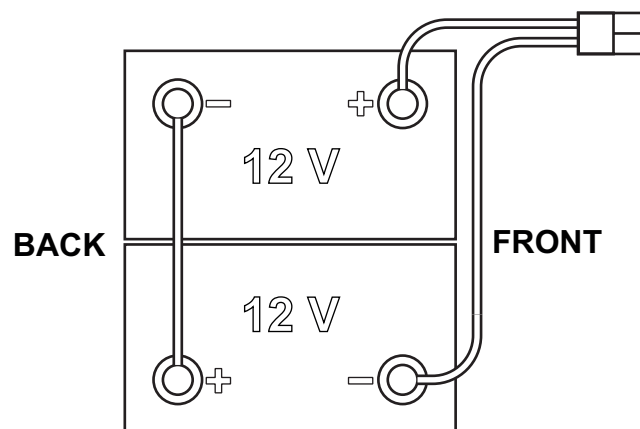

Figura 1
La máquina necesita de 2 baterías de 12 V, conectadas según el esquema que se indica en la Figura 1.
1. Quitar la llave operador (41).
2. Desconectar el conector de las baterías pulsando el pulsador de emergencia (5).
3. Levantar la tapa (18) y controlar que el depósito del agua de recuperación (17) esté vacío, si no vaciarlo mediante el tubo de descarga (26).
4. Cerrar la tapa (18).
5. Empuñar la manilla (35) y levantar el conjunto depósito del agua de recuperación (17) con cuidado.
8. Colocar e instalar los cables de las baterías como se indica en el esquema de la Figura 1, luego apretar con atención el dado sobre cada borne de las baterías.
9. Colocar la tapa de protección encima de cada borne, luego conectar el conector de las baterías (6).
10. Soltar la barra de soporte (36), luego empuñar la manilla (35) y levantar el conjunto depósito del agua de recuperación (17) con cuidado.